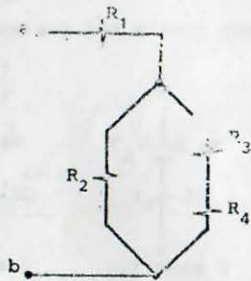

FIGURA P4.2
- 4.2 Suponga un arreglo de resistores como el de la figura P4.2 y obtenga la diferencia de potencial  $V_{ab}$  máxima que se puede aplicar sin dañarse. Indique también cual resistor se dañará primero por elevación excesiva en su temperatura, en caso de exceder la diferencia de potencial calculada.